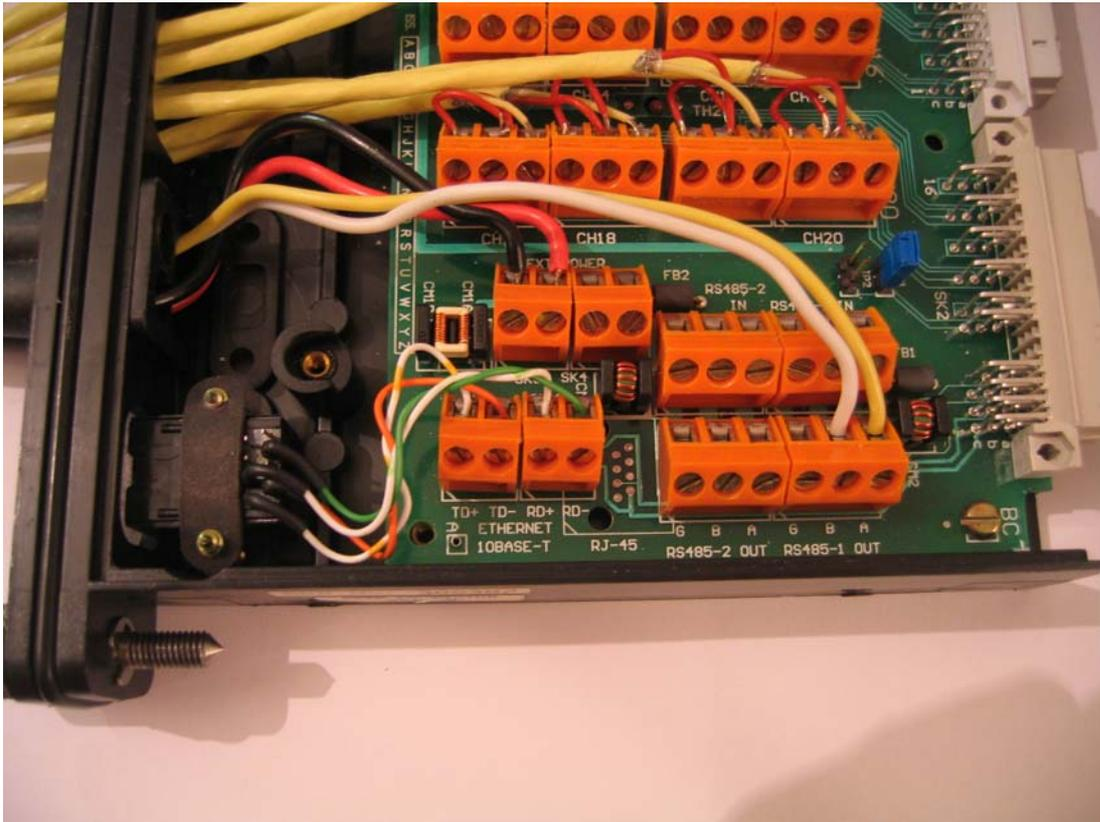
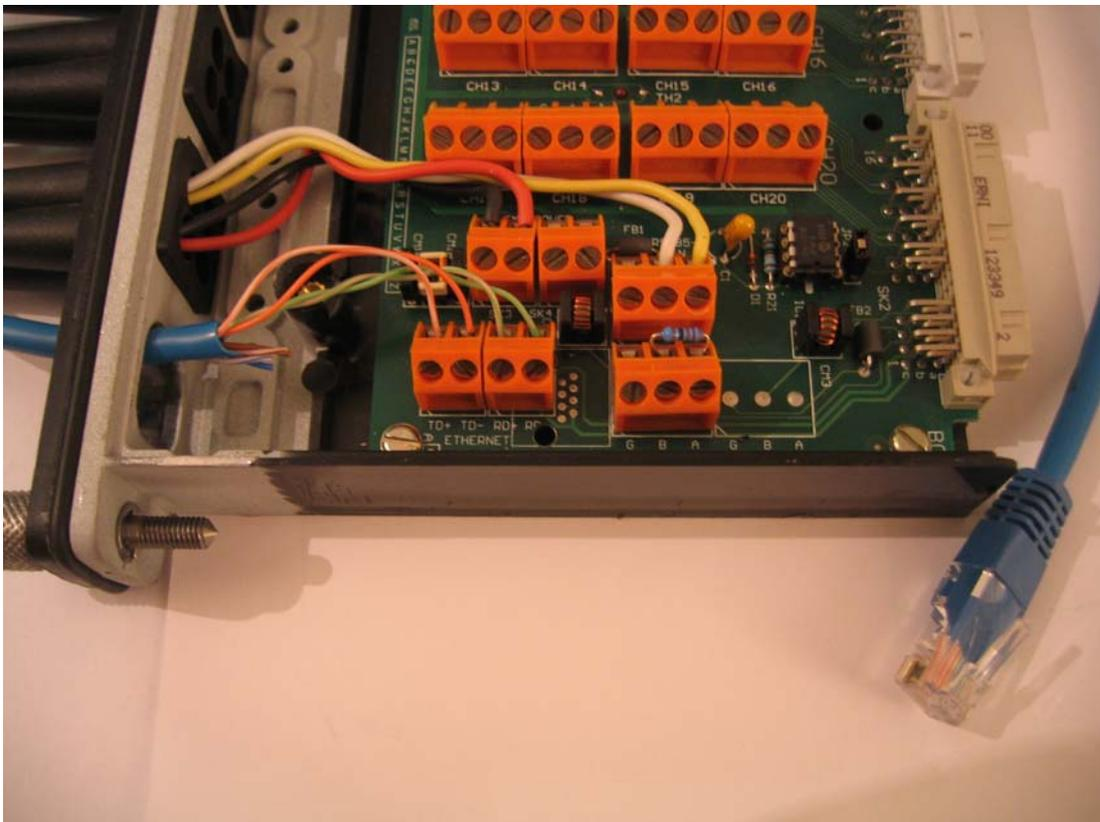

Bild 2 - IMP 5000 mit RJ45 Einbau-Stecker (1.IMP)
Bild 3 - IMP5000 mit Ethernet Kabel und RS485 Abschlußwiderstand 120 Ohm
In Bild 2 und 3 jeweils rotes Kabel = +15V, schwarzes Kabel =0V.
In Bild 2 mit Einbaustecker, In Bild 3 mit Anschluß eines aufgetrennten Ethernet-Kabels.
In Bild 2 und 3 jeweils die gelben (A) und weissen (B) Kabel.
Dazu IMP ausschalten, den Jumper (In Bild 2 blau, in Bild 3 schwarz neben dem IC) entfernen, IMP neu hochfahren, warten bis alle 4 Leds gemeinsam leuchten, dann IMP ausschalten, Jumper wieder einsetzen und IMP neu hochfahren.